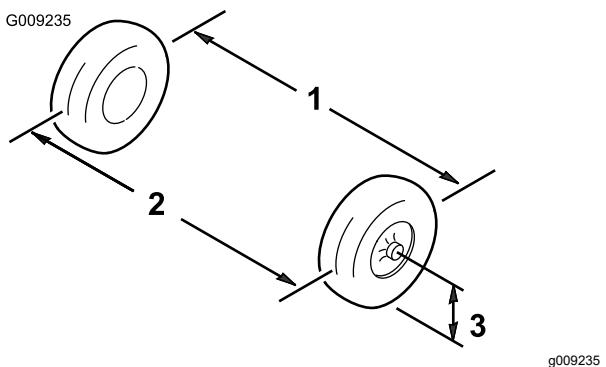

Figura 44
- Meça a distância entre os pneus dianteiros à altura do eixo na zona dianteira e traseira dos pneus dianteiros (Figura 44).